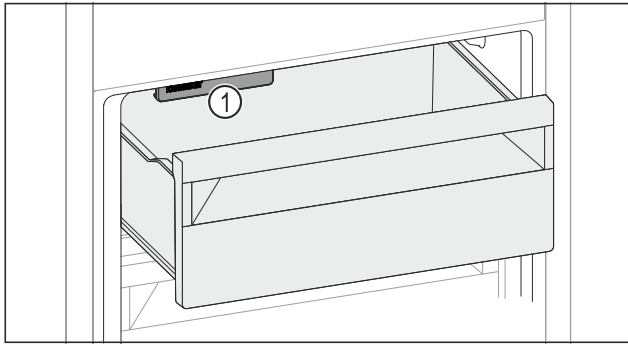

Fig. 169
- ▶ Внимавайте за IceMaker Fig. 169 (1).